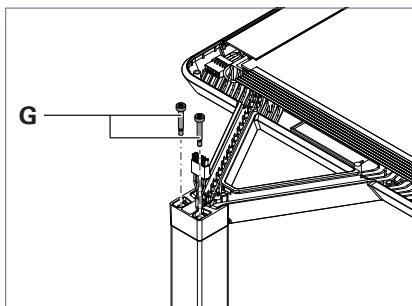

Fig. 4: Fissare la testa dell'apparecchio.
- Fissare la testa dell'apparecchio con le due viti **G** e serrarle, vedere Fig. 4.